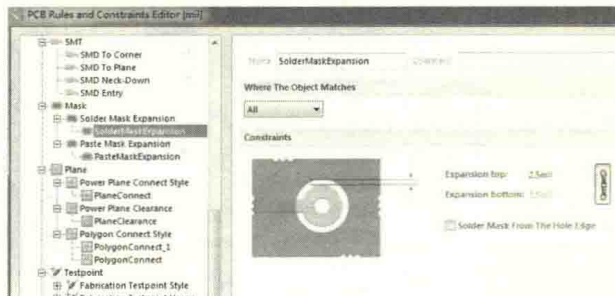

图 12-54 阻焊规则设置
(5) 阻焊规则设置：单边开窗为 2.5mil，如图 12-54 所示。